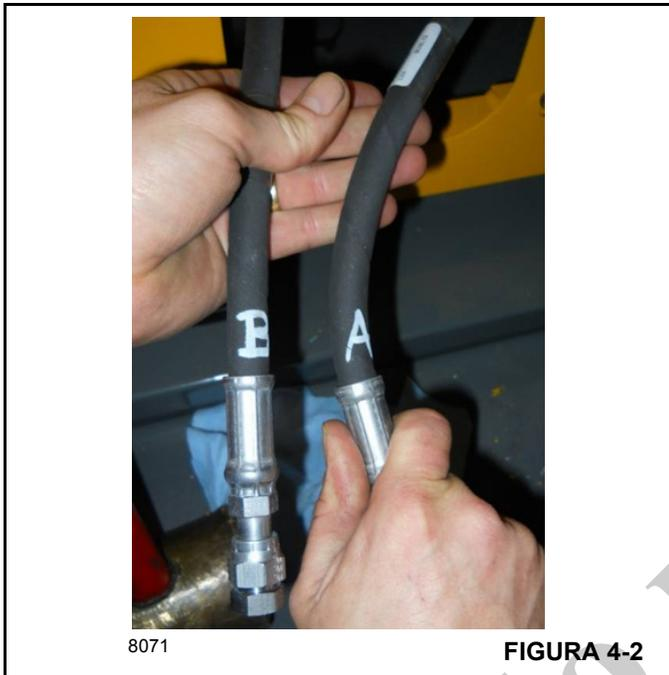
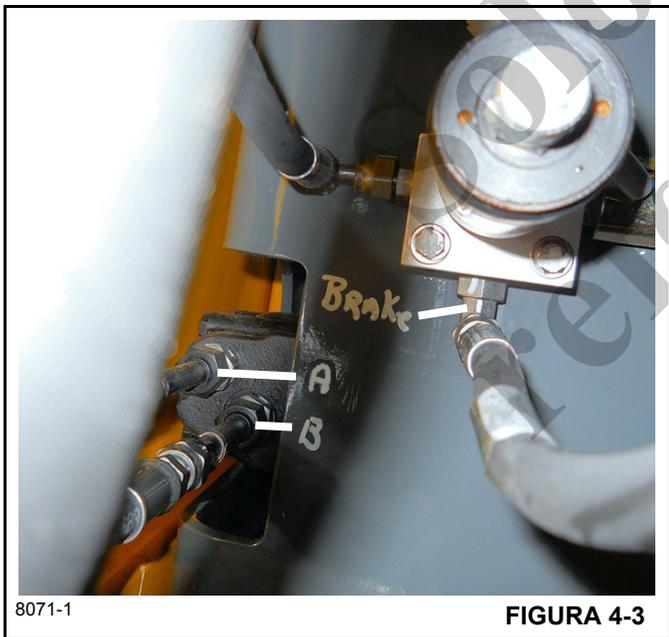

FIGURA 4-2
FIGURA 4-3
**NOTA:** Las líneas hidráulicas pueden estar previamente marcadas de fábrica ("A" = esta manguera proviene de la lumbrera de suministro del carrete de manguera (HRS) en el colector de la válvula de dirección/giro/freno delantero, "B" = esta manguera proviene de la lumbrera de retorno de carrete de manguera (HRR) en el colector de la válvula de dirección/giro/freno delantero) (Figura 4-2 y Figura 4-3).